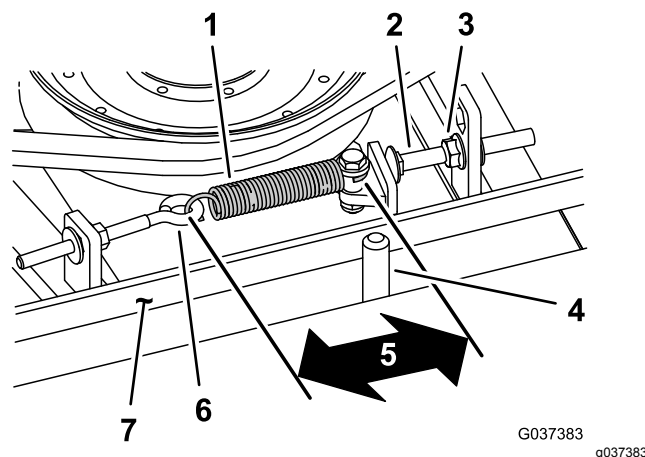

Bild 113
Bei richtiger Spannung sollte die Messung innen an der Verlängerungsfeder (Haken zu Haken) ungefähr $8,3 \text{ cm} \pm 9,5 \text{ cm}$ betragen. Wenn die Federspannung richtig ist, stellen Sie die Anschlagsschraube (Schlossschraube) ein, bis der Abstand zwischen dem Schraubenkopf und dem Spannarm ungefähr 2-5 mm beträgt (Bild 113).
Hinweis: Achten Sie darauf, dass der Riemen auf der Federseite der Riemenführung positioniert ist (Bild 113).
2. Lockern Sie den Augenbolzen (Bild 113).
3. Lösen Sie die Bundmutter, mit der die Anschlagschraube an der Befestigungsnase befestigt ist, und schieben Sie die Spannscheibe vom Riemen weg (Bild 113).
9. Setzen Sie die Verlängerungsfeder (Bild 113) wieder in den Augenbolzen ein und spannen Sie den Riemen wie folgt: